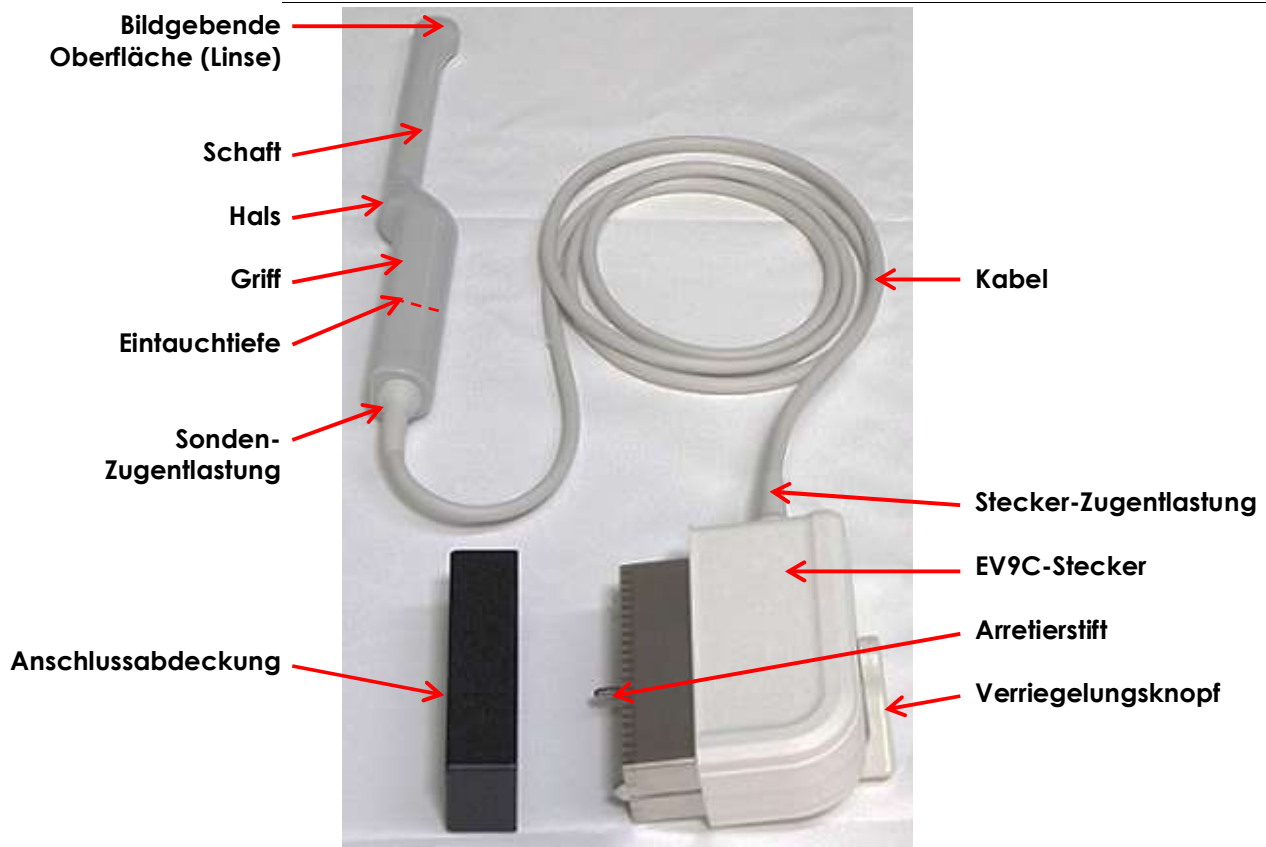

Abbildung 11: Exact Imaging EV9C-Sonde
In diesem Verfahren muss die Sonde in verschiedenen Spüllösungen gewaschen, eingeweicht und gespült werden. In allen Fällen muss die Sonde Lösungen ausgesetzt werden, die etwa bis zur halben Höhe des Griffs reichen (siehe *Eintauchtiefe* in Abbildung 11).
- Die EV9C-Sondenteile, die während einer TRUS-Untersuchung nicht mit der Hülle in Berührung kommen, mit anderen Worten, das Sondenteil, das sich über der *Eintauchtiefe* befindet (siehe Abbildung 11).
Bei diesem Verfahren bezieht sich *über* der Eintauchtiefe auf die Richtung weg von der bildgebenden Oberfläche (siehe Abbildung 11).
- Die EV9C-Sondenteile, die während einer TRUS-Untersuchung mit der Hülle in Berührung kommen, mit anderen Worten, das Sondenteil, das sich auf oder unter der *Eintauchtiefe* befindet (siehe Abbildung 11). Für Teile, die sich über der *Eintauchtiefe* befinden (einschließlich Kabel), lesen Sie in Abschnitt 3 nach.
- Füllen Sie den *Behälter für das Reinigungsmittel* mit einer ausreichenden Menge an Reinigungslösung, sodass die EV9C-Sonde bis zur *Eintauchtiefe* (siehe Abbildung 11) eingetaucht werden kann.
- Tauchen Sie die EV9C-Sonde bis zur *Eintauchtiefe* (siehe Abbildung 11) in die Reinigungslösung ein.
- Füllen Sie den Behälter für das Mittel mit einer hohen Desinfektionsstufe mit einer ausreichenden Menge der Desinfektionslösung, sodass die EV9C-Sonde bis zur *Eintauchtiefe* (siehe Abbildung 11) eingetaucht werden kann.
- Tauchen Sie die EV9C-Sonde bis zur *Eintauchtiefe* (siehe Abbildung 11) in die Lösung mit hoher Desinfektionsstufe ein.